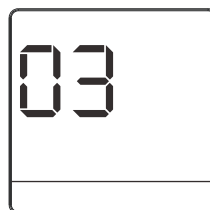

Figura 31
1. Presione y en el control remoto al mismo tiempo durante 5 segundos para ir al estado de ajustes del parámetro (vea la Figura 31);